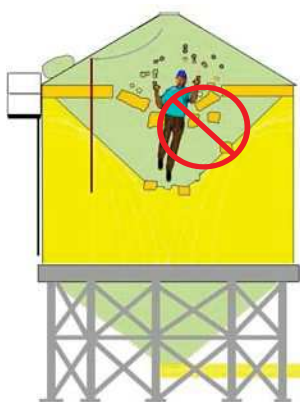

Figure 10a. Croûte
3. N'entrez jamais dans un silo dont vous ne connaissez pas la nature du grain précédemment retiré, en particulier s'il y a des **croûtes** ou **des ponts** verticaux ou horizontaux visibles. Voir la **figure 10a**, à gauche. Il peut y avoir un blocage du flux, des moisissures toxiques, des cavités vides, des effondrements ou toute combinaison de ces éléments, ce qui peut entraîner un piégeage/engloutissement et une suffocation.
10. Prévoyez **pour chaque personne qui entre dans le silo** au moins deux (2) **assistants correctement équipés** postés à l'extérieur du silo, dont la seule tâche consiste à suivre en permanence la personne qui se trouve dans le silo et à communiquer avec elle, à lui porter assistance si nécessaire et à être capables de la sortir du silo sans y entrer eux-mêmes. **Ne comptez jamais** sur un seul (1) assistant, que ce soit sur le toit, au sol ou à tout autre endroit éloigné, à qui vous pourriez crier des instructions *pour démarrer ou arrêter l'équipement*. (Le bruit de l'équipement ou d'autres sons peuvent couvrir les ordres ou les appels à l'aide.) Un seul assistant ne peut pas aller chercher de l'aide et prodiguer les premiers soins à l'extérieur, et il risque de tomber ou de faire un effort excessif en courant vers le point de contrôle.